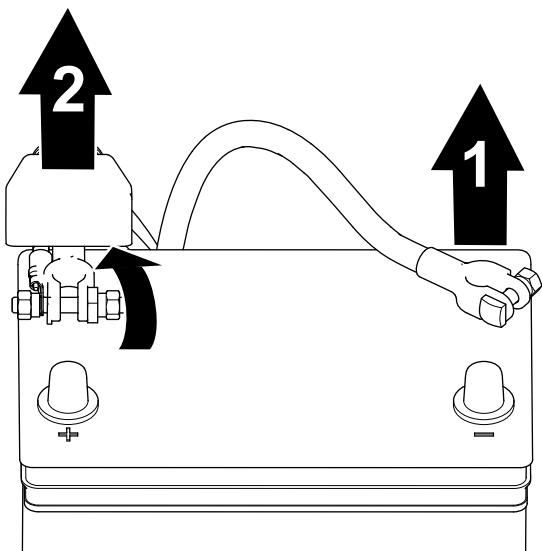

Figura 39
- Retire o cabo negativo da bateria do polo (Figura 39).
- Levante o isolamento e retire o cabo positivo da bateria do polo (Figura 39).